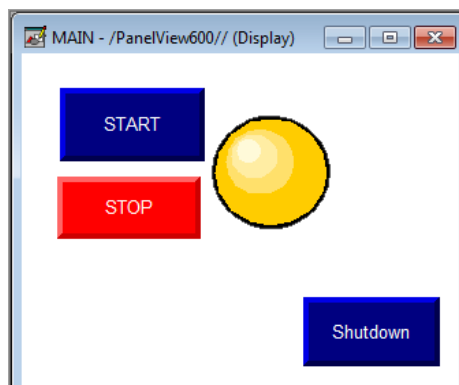

Figura 35: Display de la aplicación terminada
6. Finalmente nuestro proyecto queda como se muestra en la Figura 35, el botón “Shutdown” sale por defecto por la creación del Display, su función permite salir de la aplicación en el Panel View y regresar al menú principal del mismo.